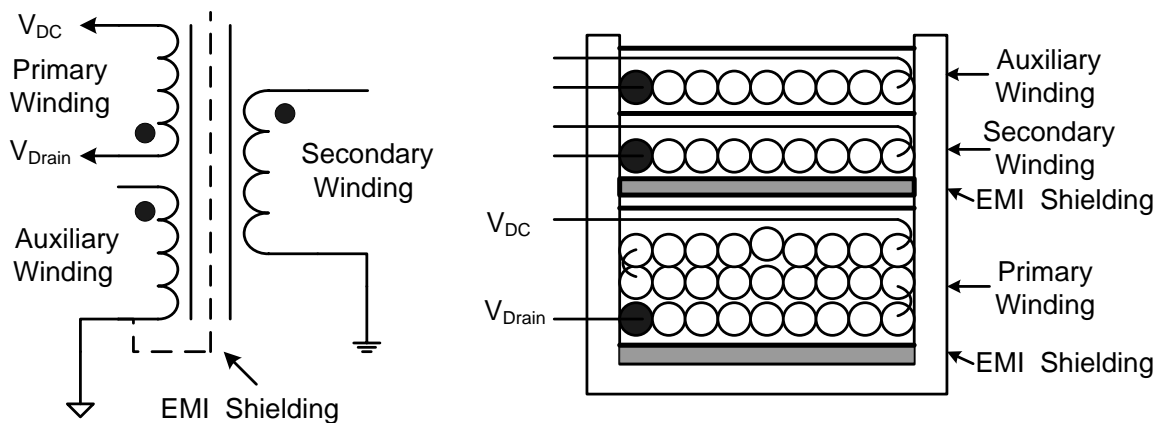

图 6 变压器构造
1. 辅助绕组和次级绕组如图 6 示，必须密绕且绕满绕平，以获得良好的耦合；